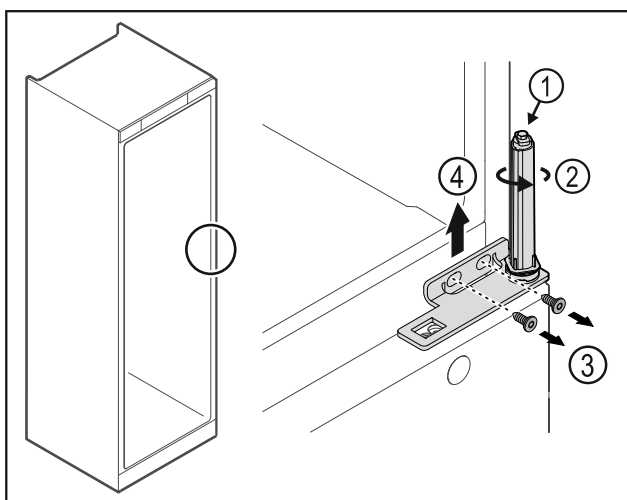

Fig. 32
- ▶ Nerozebírejte uzávěrací systém dvířek Fig. 32 (1).
- ▶ Otáčejte uzávěracím systémem Fig. 32 (2), dokud nezacvakne.
- ▶ Povolte šrouby Fig. 32 (3), úhelník závěsu vyjměte směrem nahoru Fig. 32 (4).